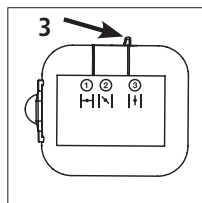

Fig. 19
8. Continue a apertar o gatilho. Mova a alavanca do afogador para a posição 3, [Fig. 19]. Aqueça o equipamento por mais 60 segundos. O equipamento já pode ser utilizado após este tempo.